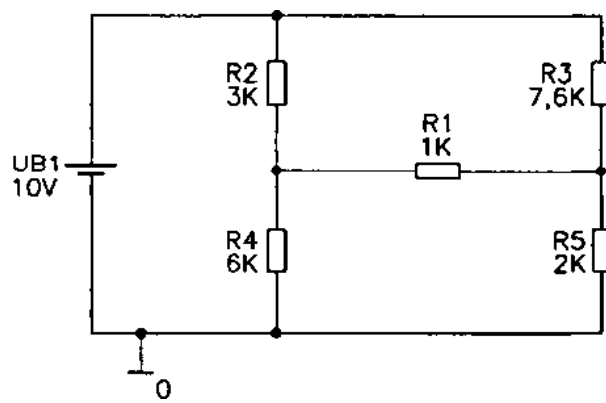

Рис. 13.10. Навантажене з'єднання за схемою моста
**Завдання 13.5.** Накресліть навантажене з'єднання за схемою моста, зображене на рис. 13.10, і збережіть його в теці Student# під ім'ям Bridge.sch. Проаналізуйте цю схему за допомогою імітатора PSPICE. Якби ви